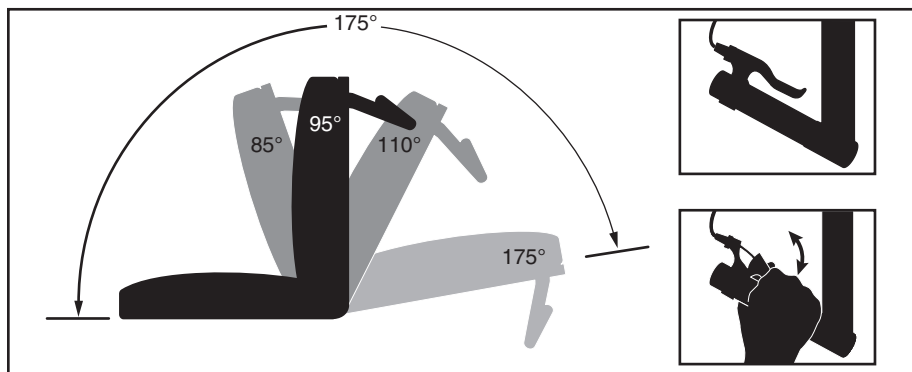

Figura 22. Angoli di reclinamento massimo e minimo
Se il vostro sistema di posizionamento elettrico TRU-Balance® 3 è provvisto dell'opzione di reclinamento manuale, allora siete in grado di regolare lo schienale del sedile ad angoli che vanno dalla posizione di reclinamento minimo (85° dalla base del sedile) alla posizione di reclinamento massimo (175° dalla base del sedile). **Vedi figura 22.** Quando il sedile viene reclinato oltre i 110°, la carrozzina va incontro ad un blocco completo. Riportando il sedile ad un angolo minore di 110° si rimanderà corrente elettrica ai motori.
2. Per reclinare l'inclinazione dello schienale e la posizione reclinata, premete la maniglia di rilascio reclinabile. **Vedi figura 22.**